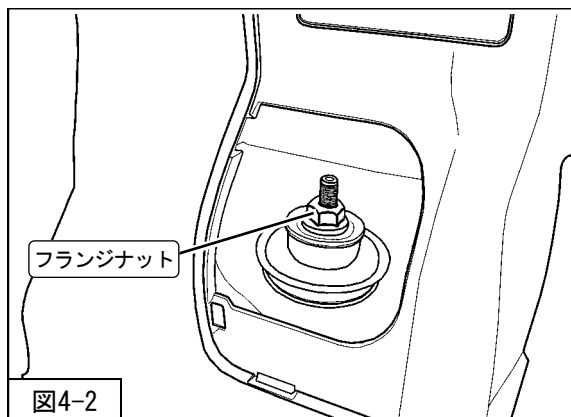

図4-2
- 4. プレート・フランジナット（締付トルク：28N・m）を使用して、リアショックアブソーバASSYを車両に取付けてください。（図4-2）
- 5. アクスルにかけたジャッキをおろし、仮締めした④リアショックアブソーバASSYロア取付ボルトを取外してください。